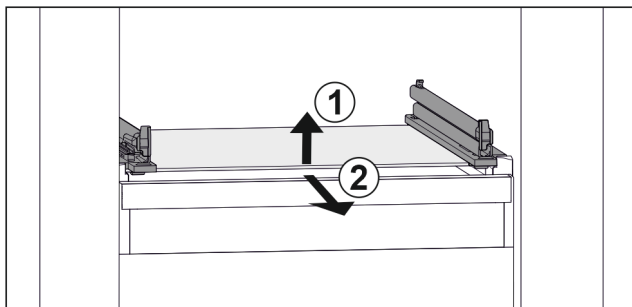

Fig. 97 Simbolična slika steklene plošče
- ▶ Steklenu ploščo dvignite v smeri naprej. Fig. 97 (1)
- ▶ Steklenu ploščo odstranite v smeri naprej. Fig. 97 (2)